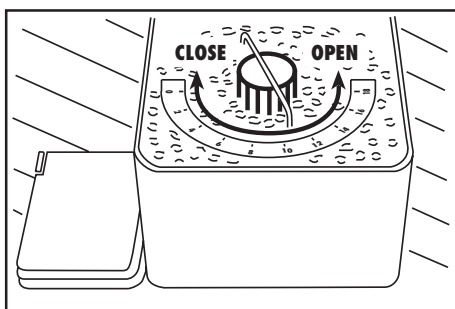

Fig. 9
- Uhrzeigersinn auf "OPEN" gedreht wird (Abb. 9).